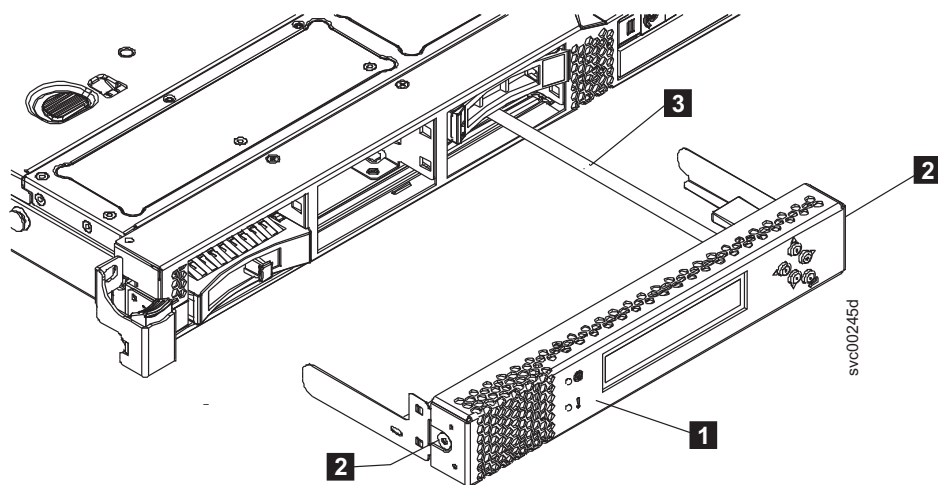

図 98. USB ケーブルが接続されている 2145-CG8 または 2145-CF8 のサービス・コントローラー
6. 両方の解放ボタン (図 98 の **2**) をそっと押し、キャッチをサービス・コントローラーの前方に向けて静かに引きながら、キャッチを解放します。